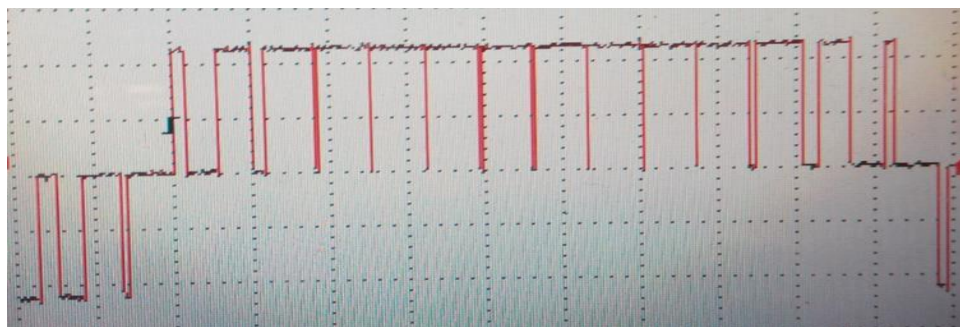

Рис. 4.1 - ШИМ-сигнал на выходе силовой ячейки.
- На НМИ-панели нажать на «ПУСК». На экране осциллографа должен наблюдаться двухполярный ШИМ-сигнал с амплитудой равной 24В (см. рис. 4.1).